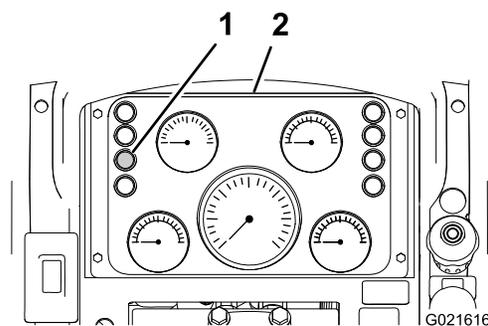

Figura 47
2. Compruebe el testigo de restricción del limpiador de aire en el cuadro de instrumentos (Figura 47).